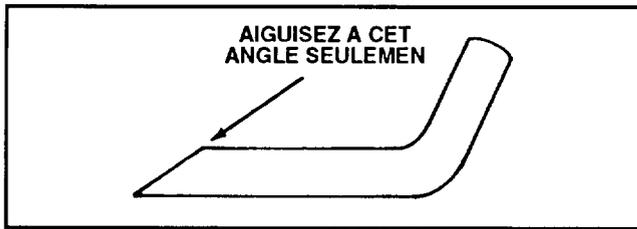

Figure 23
6. **AIGUISAGE DE LA LAME** – Au moyen d'une lime, affûter la partie supérieure de la lame (le côté dirigé vers le haut du carter de la tondeuse) en conservant l'angle de coupe original (fig. 23). Si la même quantité de métal est retirée sur chaque tranchant, la lame reste équilibrée.